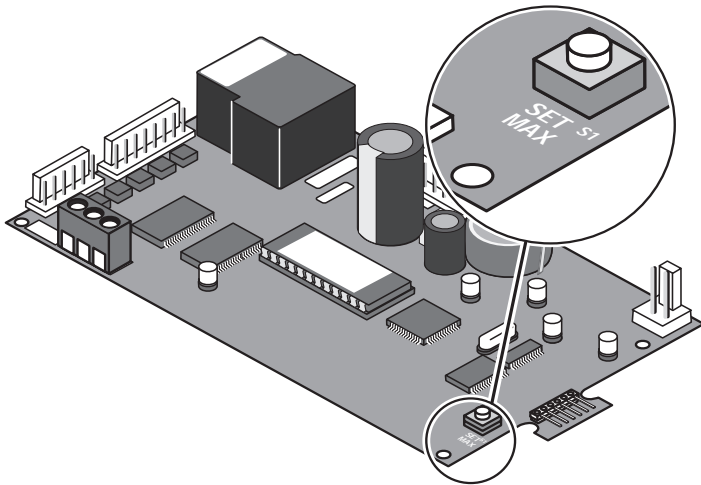

FIGURE 24 : Boutons de la valeur de réglage de la température maximum
2. Accéder le dôme du bloc de commande au-dessous de la première couverture. Trouver le bouton rouge sur le coin du conseil. (se reporter à la Figure 24).
3. Appuyer sur le bouton de la valeur de réglage de la température maximum qui se trouve à l'arrière du bloc de commande (se reporter à la Figure 24).